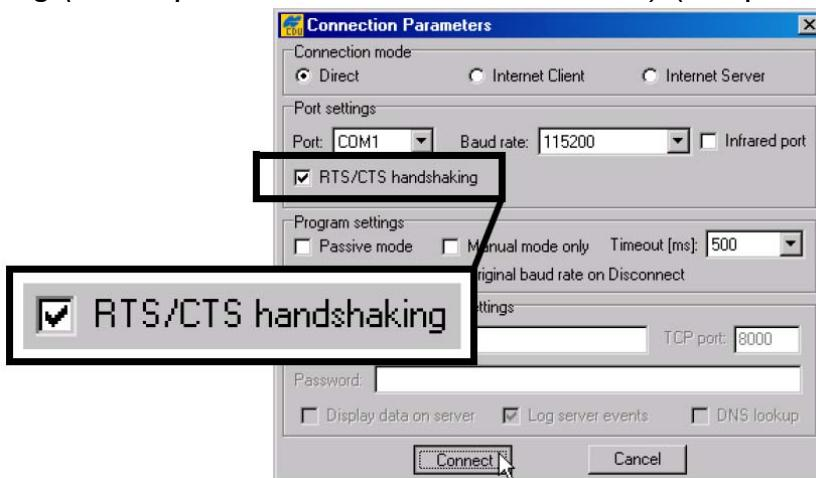

Рисунок 5-13. Диалоговое окно **Connection Parameters** – флагок **RTS/CTS handshaking**
2. Запустите программу PC-CDU. В диалоговом окне **Connection Parameters** (Параметры интерфейсов) выставьте флагок *RTS/CTS handshaking* (квитирование сигналами RTS/CTS) (см. рис. 5-13).